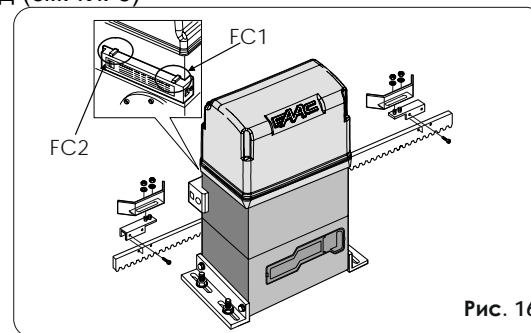

Рис. 16
4. Переместите пластину концевого выключателя в направлении открытия ворот до тех пор, пока геркон не перейдет в режим OFF (рис. 16 и 19). Об этом можно узнать, посмотрев на соответствующий светодиод на плате управления (описание светодиодов смотри в главе «Проверка параметров работы системы»). Далее сдвиньте пластину в том же направлении еще на 45 мм и закрепите ее на рейке.
6. Переместите пластину концевого выключателя в направлении закрытия ворот до тех пор, пока геркон не перейдет в режим OFF (рис. 16 и 19). Об этом можно узнать, посмотрев на соответствующий светодиод на плате управления (описание светодиодов смотри в главе «Проверка параметров работы системы»). Далее сдвиньте пластину в том же направлении еще на 45 мм и закрепите ее на рейке.